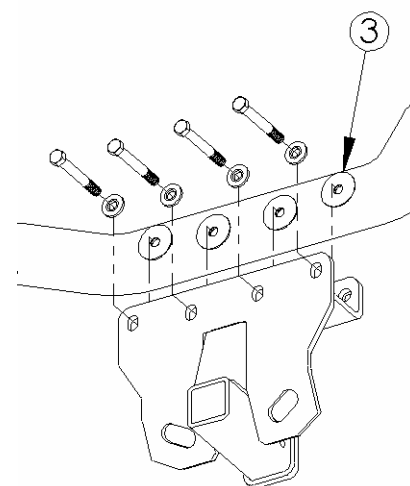

FIGURA 2
4. Si hay un espacio excesivo entre las superficies verticales del enganche y las estructuras del parachoques, las arandelas planas se deben usar como cuñas. Se pueden fijar en su lugar con cinta de celofán. Ver Figura 2.